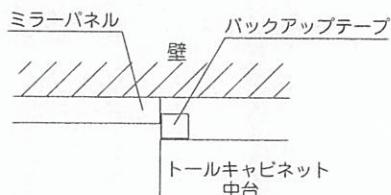

図10-4-2
- A. 付属のバックアップテープを中台の背面パネル寄りの位置に取付けてください。（図10-4-2）